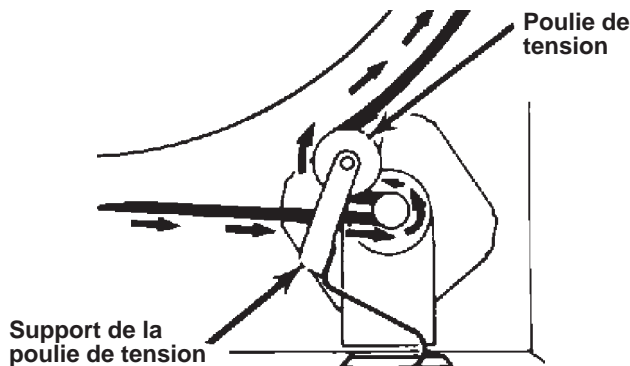

Figure 4
4. Faire passer la boucle libre de la courroie sur la poulie de tension. La courroie est maintenant bouclée par-dessus la poulie du moteur. Voir la Figure 4.